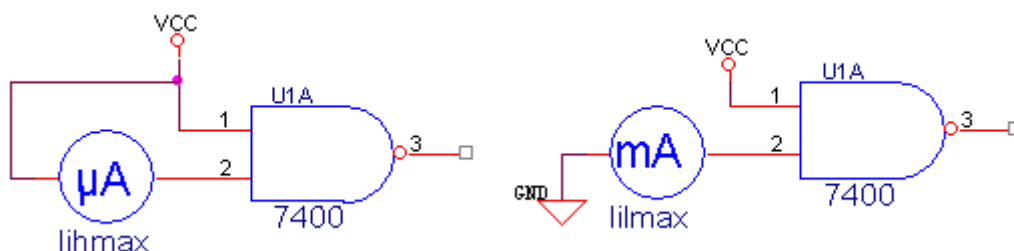

Figura 3
- ❑ Se conecta una entrada a nivel lógico alto (+5V) a través del amperímetro, tal y como se indica en el circuito de la izquierda de la figura 3.
- ❑ Se conecta una entrada a nivel lógico bajo (GND) a través del amperímetro, tal y como se indica en el circuito de la derecha de la figura 3.